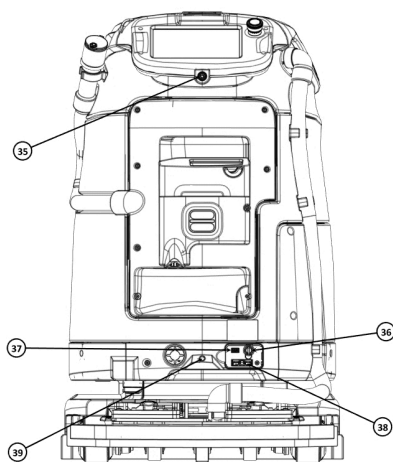

Fig. 5
- 35. Bouton d'alimentation (Fig. 5)
- 36. Contacteur à clé (Fig. 5)
- 37. Port USB (service uniquement) (Fig. 5)
- 38. Prise de charge manuelle (Fig. 5)
- 39. Caméra RGB arrière (Fig. 5)